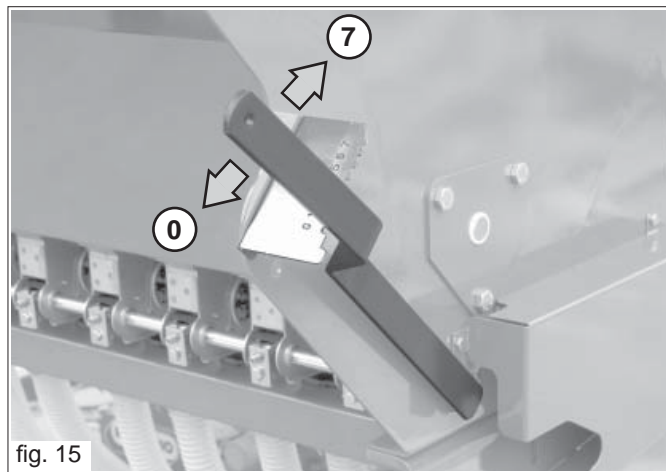

fig. 15
La leva di regolazione dei tastatori (Fig. 15) è posizionata sul lato destro della macchina e agisce su una scala graduata da 1 a 7 posizioni. In relazione al tipo di seme utilizzato, è necessario posizionare la leva in base al numero rilevato dalla tabella di semina. Posizionare la leva del fondo mobile (a destra della tramoggia) sull'indice a 7 posizioni (Fig. 15):
- 1) posizionare la leva (Fig. 15) nel riferimento «0»;